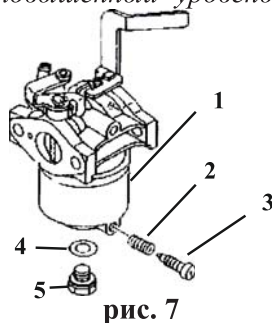

рис. 7
7.7.3 Слейте топливо из поплавковой камеры карбюратора, вывинтив пробку **3** (рис. 7) После слива установите пробку на место и затяните.
7.7.4 В модификациях в которых отсутствует винт слива, бензин сливать вывинтив болт **5** (рис. 7) крепления поплавковой камеры **1** (рис. 7), придерживая камеру.